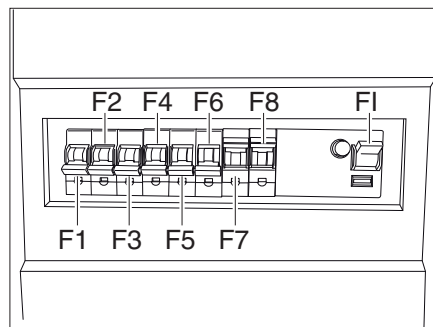
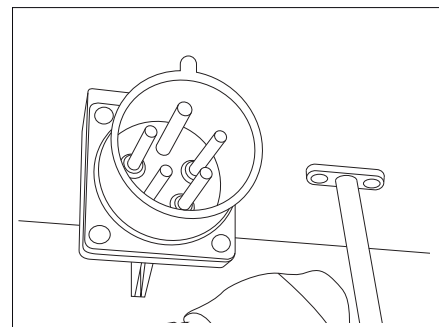

Bild 175 Sicherungskasten
Bild 176 400-V-Anschluss
Das 400-V-Bordnetz entspricht im Wesentlichen dem 230-V-Bordnetz. Es verfügt zusätzlich über einen Sicherungskasten (Bild 175) und eine 400-V-Außensteckdose (Bild 176).
Es hat einen zusätzlichen Sicherungskasten (Bild 175) im Caravan und einen 400-V-Anschluss (Bild 176) außen am Caravan.
- Sicherungen F1-F3 (Bild 175) ausschalten.